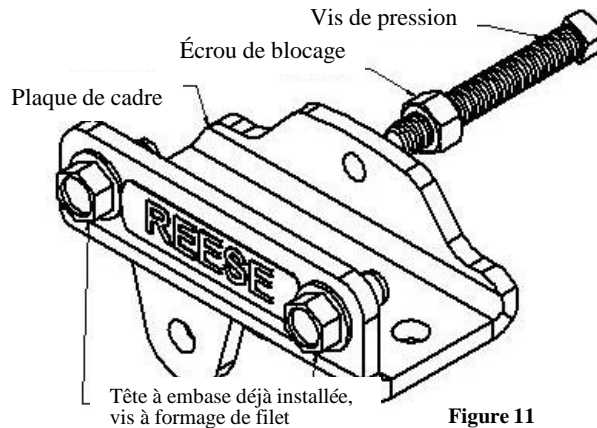

Figure 11
4. Enfiler un écrou hexagonal ½-13 (écrou de blocage) sur les boulons à tête carrée ½-13 X 3 ½" et poser les fixations dans les supports de cadre comme illustré à la figure 11.